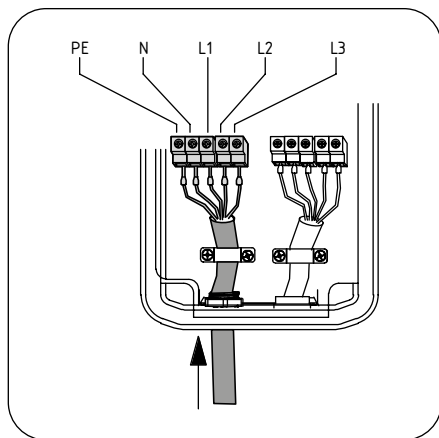

Figura 33
3. Collegare rispettivamente i cavi di fase "L1", "L2", "L3", neutro "N" e terra "PE" (versione trifase, Figura 33) nei morsetti corrispondenti con le viti M5x10. Nota: la forza di fissaggio per le viti è 2.8Nm.